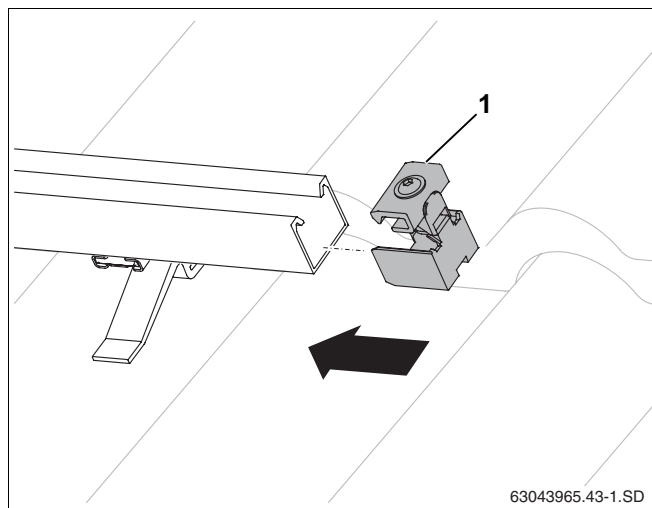

Bild 41 Skjuta in ensidig panelklämma
- ▶ Skjut in den ensidiga panelklämman (bild 41, **pos. 1**) i profilskenorna till solpanelsgruppens högra ände tills de hakar i profilskenans första längsgående hål.